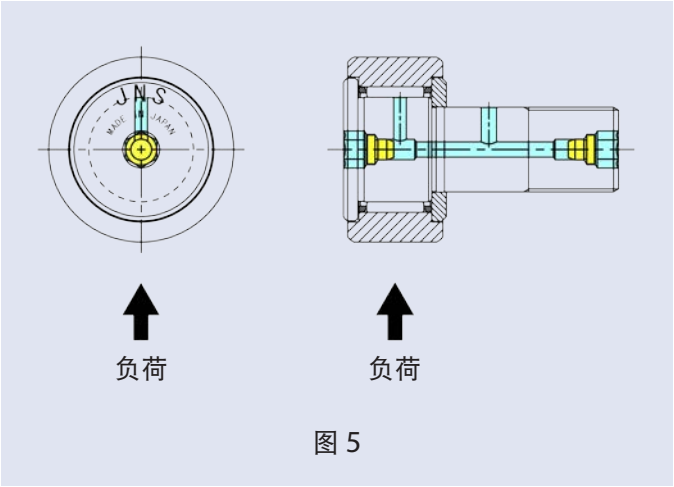

图 5
- 如果滚针凸轮从动件在较重负荷下使用时,就必须使螺柱的润滑孔处于负荷区域(承受负荷侧)之外。(参照图 5)